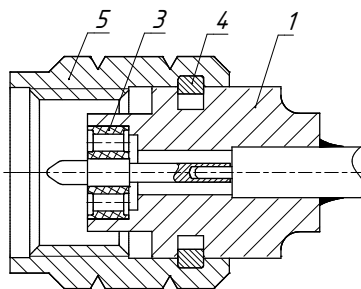

Рис. 23. Установка накидной гайки на корпус кабельного соединителя
4) Установите стопорное кольцо 4 на корпус 1 и наденьте накидную гайку 5, сжав кольцо 4 (рисунок 23).